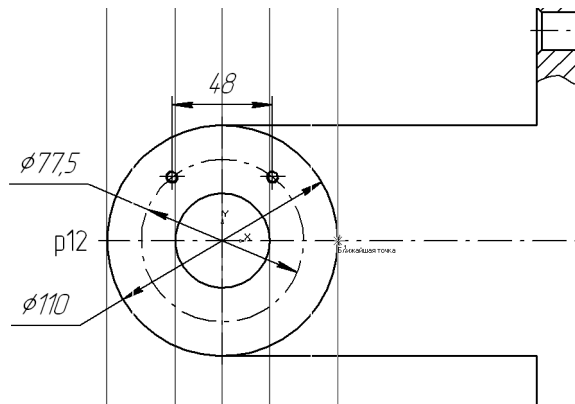

Рис. 51.53.
- 3.3. При помощи глобальных привязок постройте показанные на рис. 51.53 пять вспомогательных вертикальных прямых.